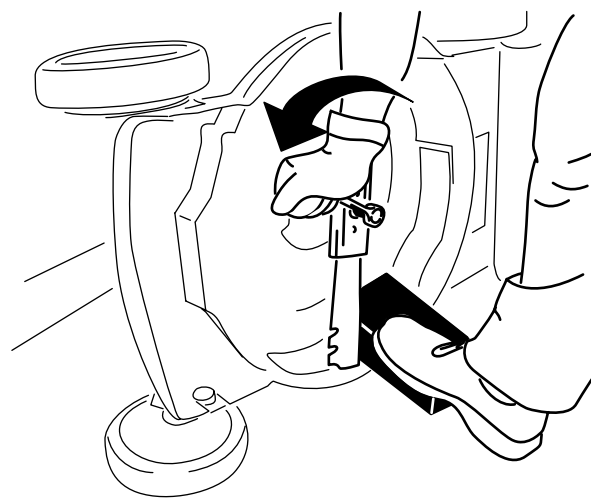

Рисунок 21
3. Используйте деревянную подкладку для неподвижного удерживания ножа (Рисунок 21).
4. Снимите нож, сохранив все крепежные детали (Рисунок 21).